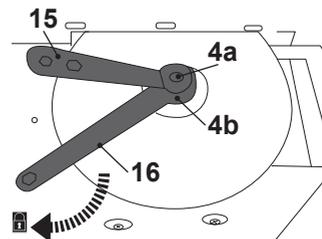

Fig. 6
6. Assegure que o fuso (4a) é mantido firme em posição com a chave de porcas (8 mm) (15), depois use a chave de porcas (19 mm) (16) para rodar a porca (4d) no sentido horário, para apertar.(Fig. 6).